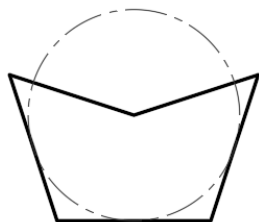

图 5-12 拉伸夹点的结果
- 3** 按〈Esc〉键退出拉伸状态。结果如图 5-12 所示。